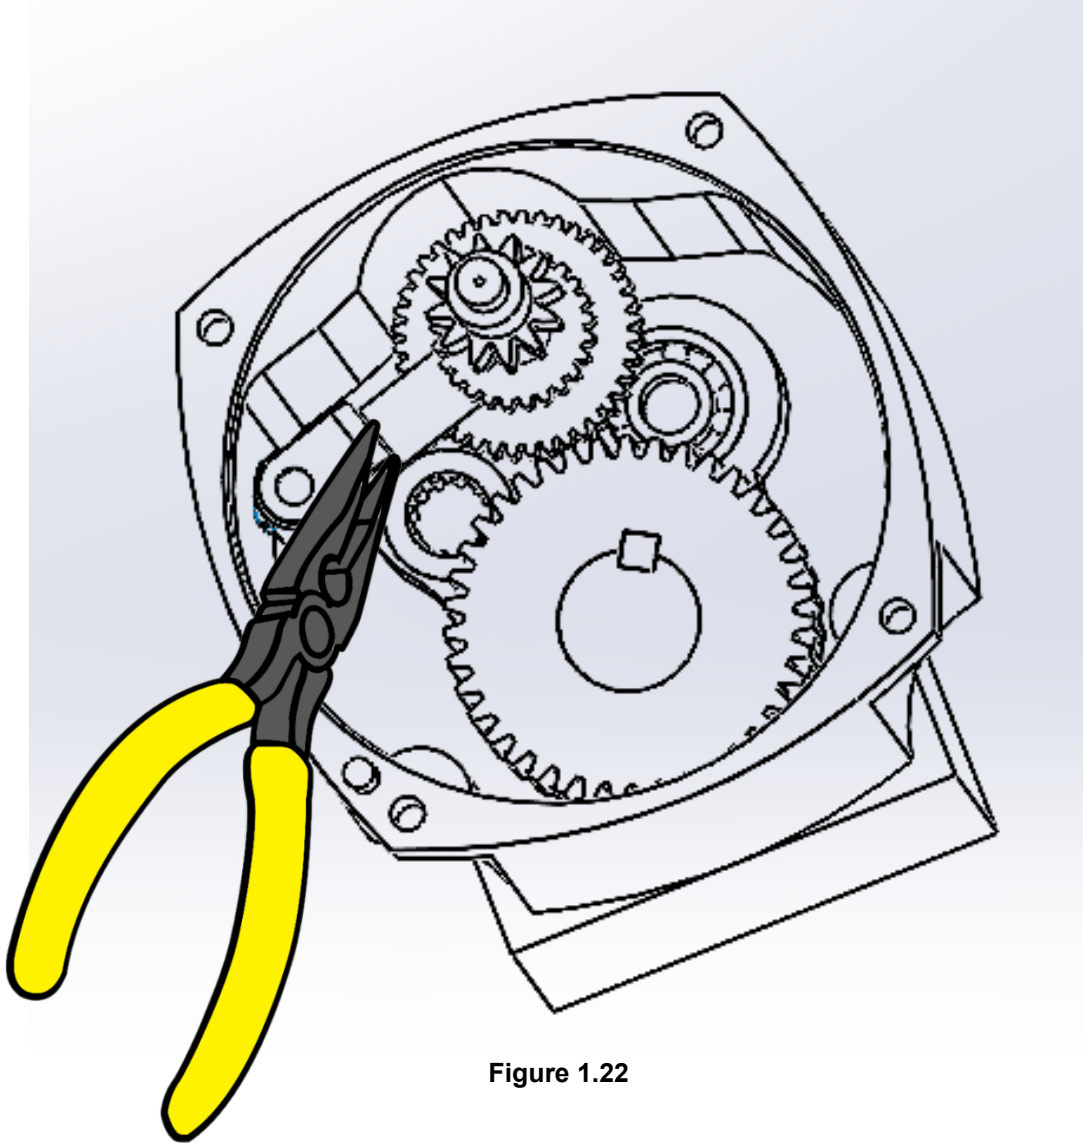

Figure 1.22
1.7.5 Kolun iç parçasını figure 1.22'de olduğu gibi pense yardımıyla saat yönünde çevirerek çıkarın;